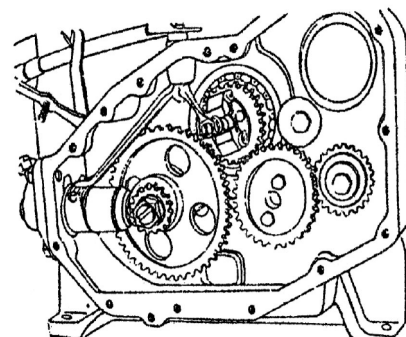

рис. 6
2. При установке коленчатого вала, маховикового уравновешивающего механизма и распределительного вала на блок цилиндра, абсолютно необходимо, чтобы метки на всех шестернях были совмещены друг с другом, как показано на (рис. 6).